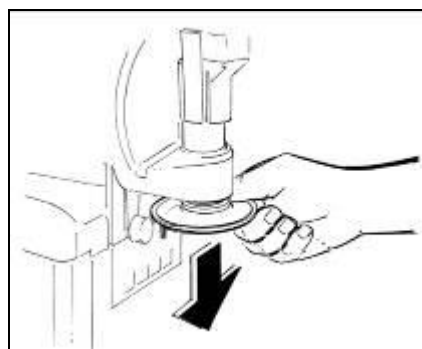

Fig. 6
- Rimuovere l'accessorio per dare la classica forma a stella al prodotto erogato (fig.6).